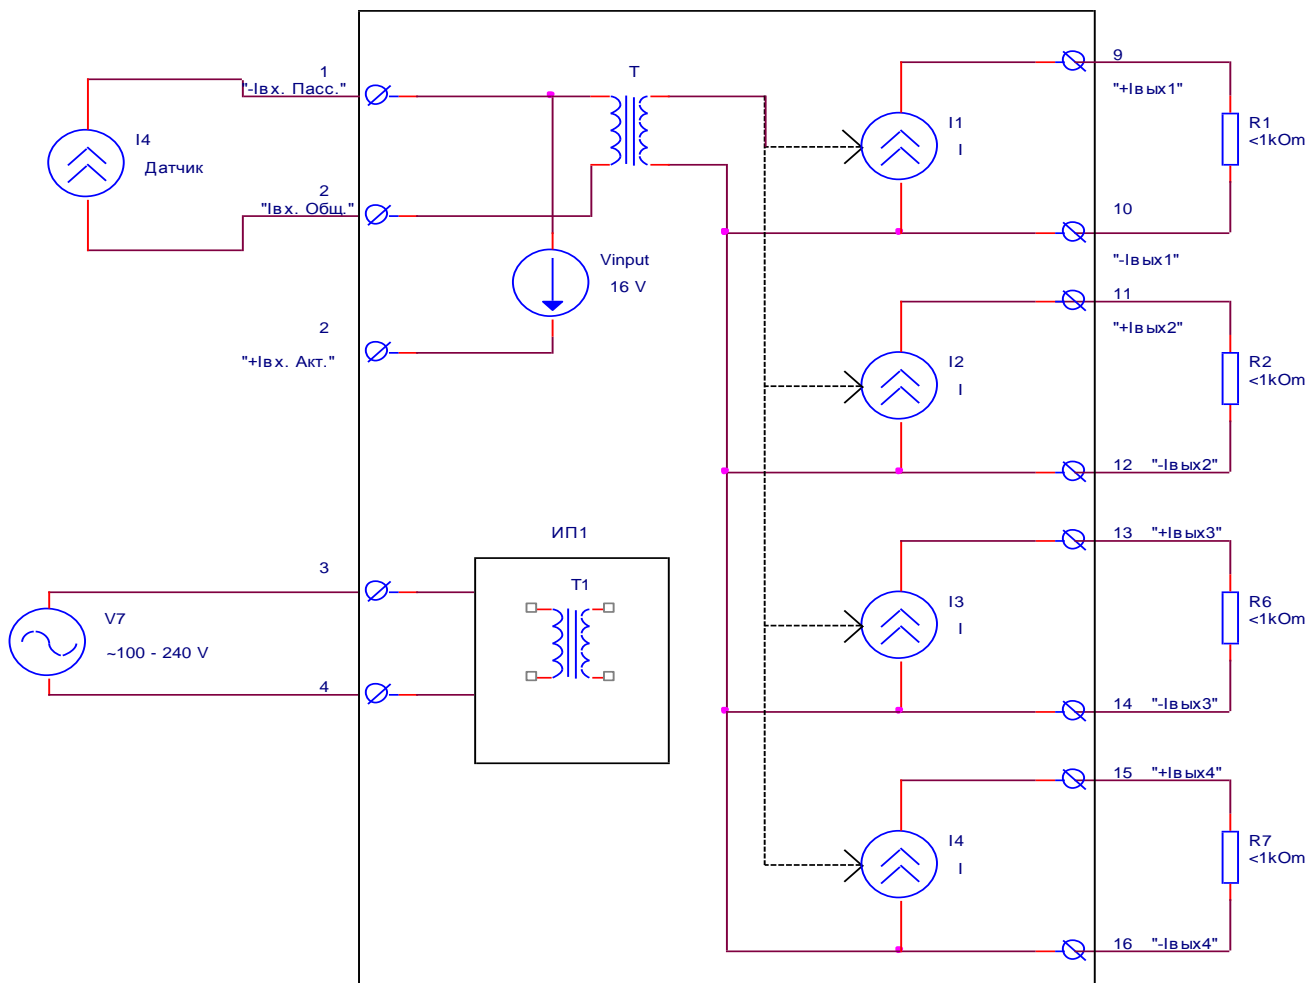
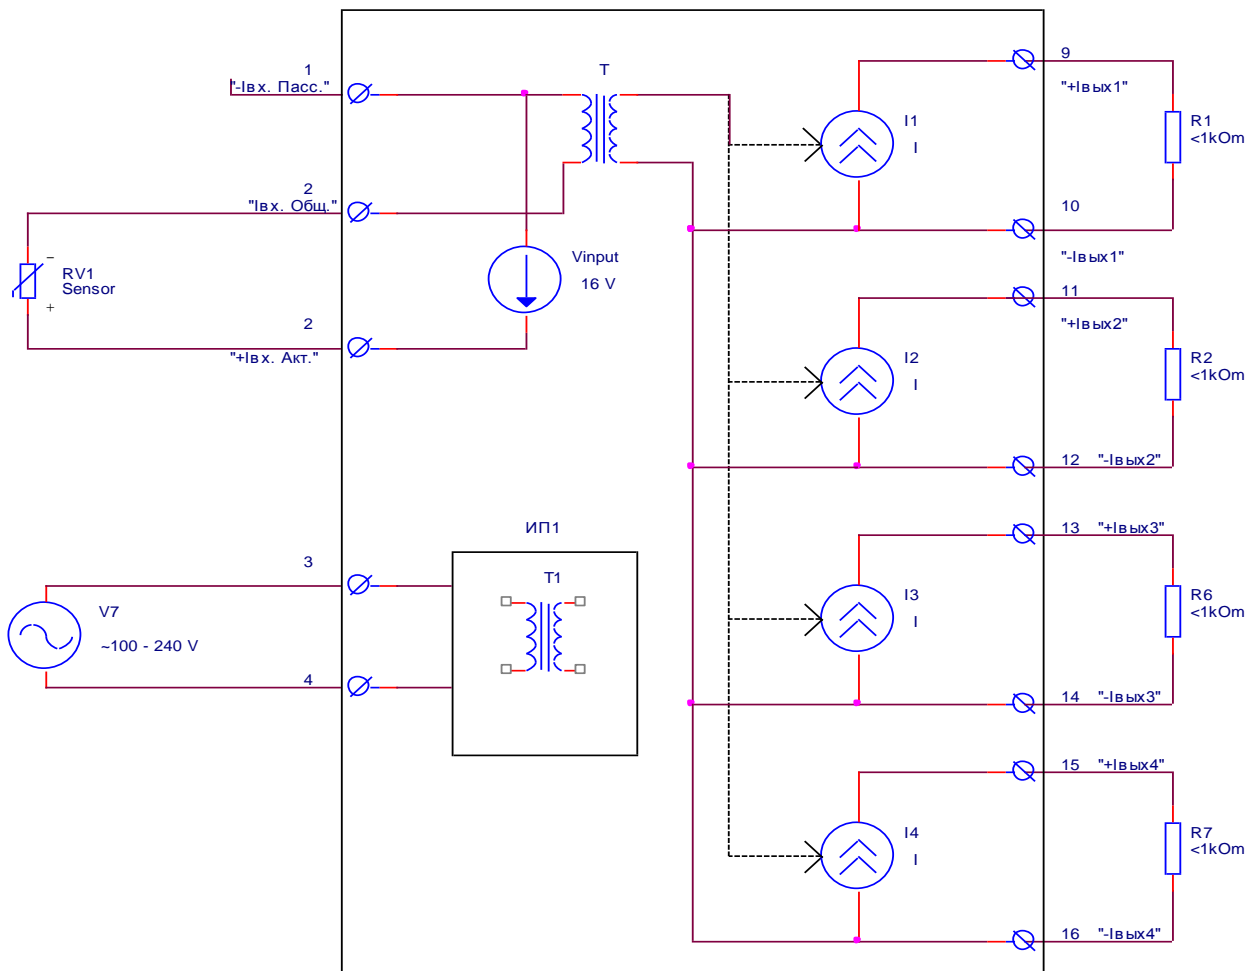

Рис.1 Схема подключения ТРПС 1-4-1 1 при использовании активного источника сигнала 4-20 мА.
Рис.2 Схема подключения ТРПС 1-4-11 при использовании пассивного источника сигнала 4-20 мА.
2.2 Прибор имеет возможность работать как с пассивным мА (клеммы Iвх Общ. и +Iвх Акт) (Рис.1), так и с активным источником сигнала 4-20 мА (клеммы «-Iвх Пасс. и Iвх Общ.». (Рис. 2.)).